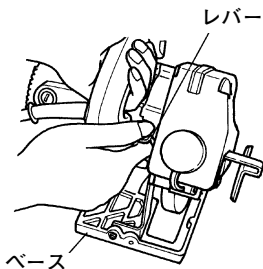

図 12
(3) 切込み深さの調整
- レバー(図12参照)をゆるめ、ベースを上下させて調整します。調整が完了したら、レバーを固く締付けてください。